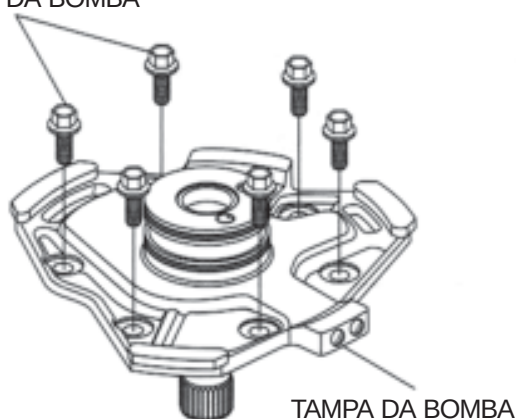

Figura 61
17. Instale o estator no corpo da bomba juntamente com os seis parafusos de fixação, conforme ilustrado na Figura 61.